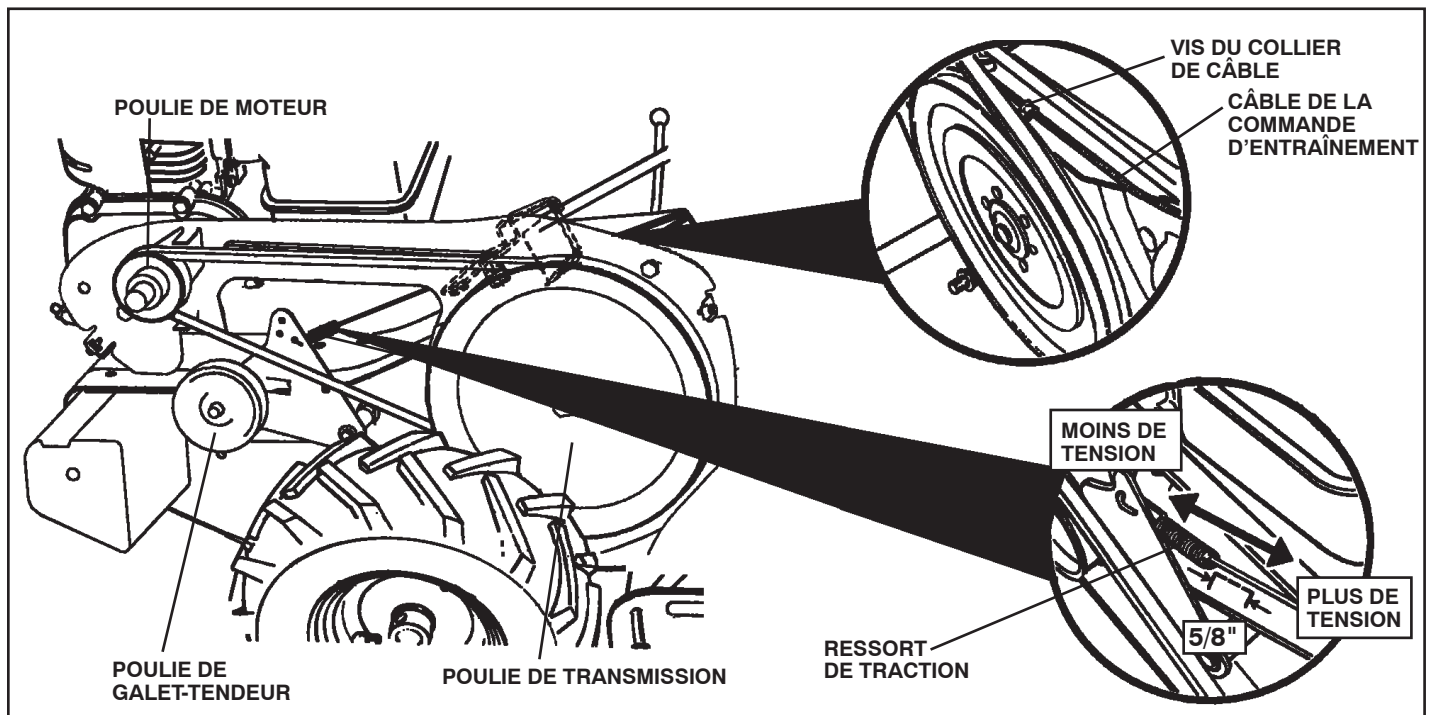

Fig. 26
RÉGLER LA COURROIE D'ENTRAÎNEMENT À TERRE (Voir la Fig. 26)
- Les nouvelles fraises devraient être montées comme illustré dans la figure 26. Les bords de fraise aiguisés tourneront en arrière à partir d'en haut.